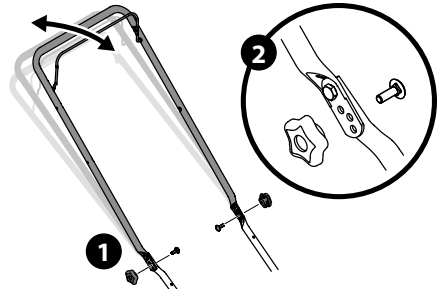

Figura 18
1. Retire las perillas o tuercas de mariposa y pernos de cabeza redonda de la manija (Figura 18).
2. Coloque la manija en una de las tres posiciones que sea más cómoda (recuadro de la Figura 18).